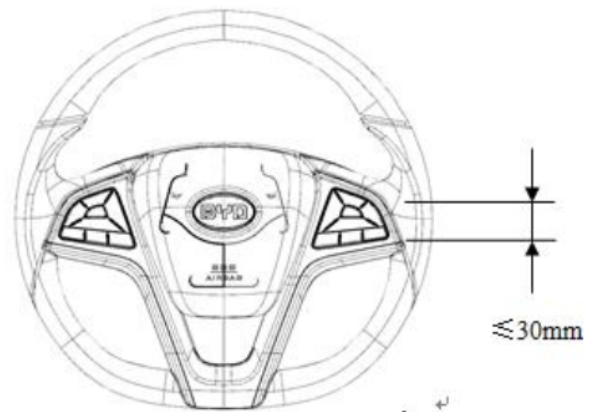

图3-5 转向盘自由行程示意图
2) 向左或向右轻轻转动转向盘，检查转向盘的自由行程。如图3-5所示，转向盘最大自由行程不大于30mm。如果自由行程超过最大值，需检查转向系统。